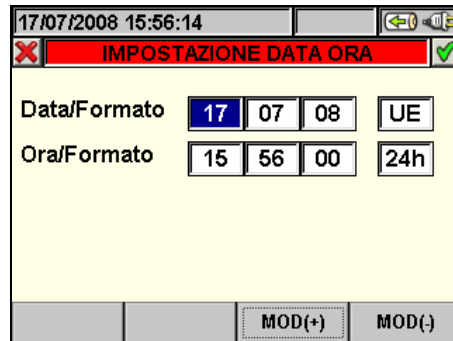

Fig. 10: Videata impostazione Data/Ora
1. Premere il tasto **F1** (oppure la voce **DATA** a display) Lo strumento presenta la videata seguente (vedere Fig. 10)